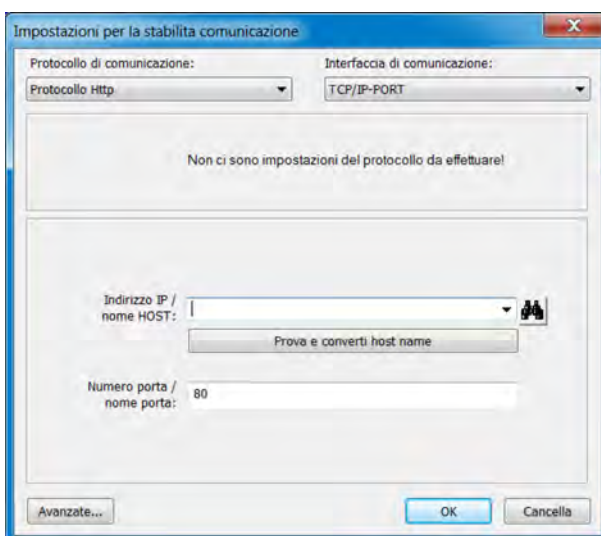

Fig. 116: Impostazioni per l'impostazione della comunicazione
- 3.** ➤ Effettuare le impostazioni per protocollo e interfaccia e fare clic su OK. Se necessario, fare clic sul pulsante "Estensione..." per configurare le impostazioni di comunicazione ampliate (vedi Fig. 116 .)